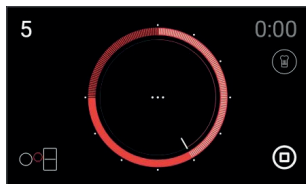
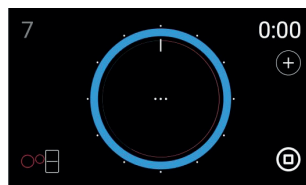

fig. 5
fig. 6
«seleção de potência» (fig. 5).
2 Deslize o dedo sobre o círculo de potência ou toque em qualquer ponto do mesmo para selecionar um nível de potência entre «0» e «9». Pode ainda fazê-lo através da função «Power» (último quadrante do círculo de potência). Assim que tiver selecionado o nível de potência, este surgirá no canto superior esquerdo do controlo (fig. 5).
A partir do controlo de «seleção de potência» (fig. 5), para desligar uma zona de cozedura, deslize o dedo sobre o círculo de potência até chegar ao nível «0», ou prima o sensor de desligar a zona (2).
- 1 Toque no sensor 0:00 (fig. 5). A cor do círculo de potência muda de cor para azul, o que indica que a função está disponível. No interior do círculo surgirá automaticamente um círculo vermelho com um traçado mais fino que indica a potência selecionada (fig. 6).
Caso queira voltar a configurar a potência, selecione o nível de potência indicado que surge no canto superior esquerdo do controlo (fig. 6).
- 2 Toque no sensor 0:00 (fig. 5), e, de seguida, deslize o dedo sobre o círculo do tempo para mudar o tempo programado.
- 2 Toque no sensor 0:00 (fig. 5), e, de seguida, deslize o dedo sobre o círculo do tempo para reduzir o tempo para 00:00. Isto anula o temporizador.